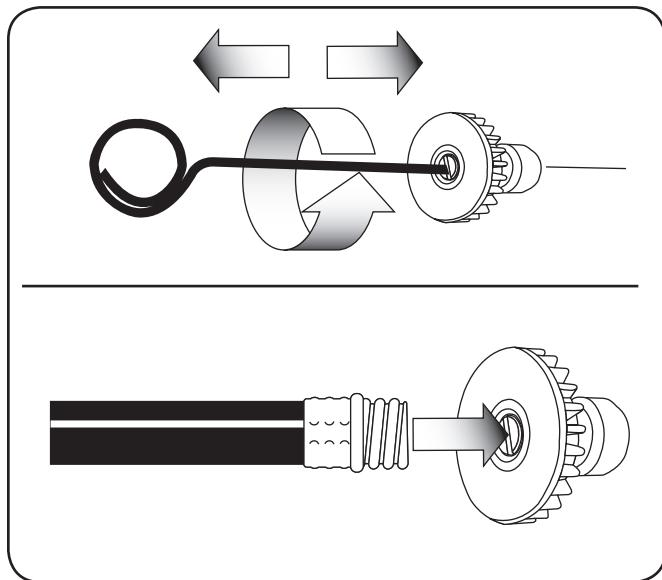

Figure 6-2
10. Elimine cualquier obstrucción de la boquilla con la herramienta limpiaora para boquilla provista y lávela en dirección contraria con agua limpia. Ver la Figure 6-2.